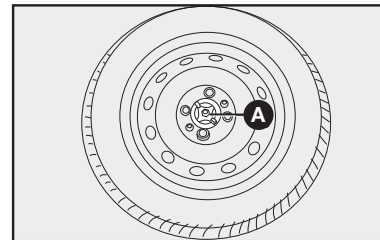

fig. 19
- Coloque la rueda pinchada en el alojamiento de la rueda de repuesto **fig. 19**, fijándola con el seguro **A**.